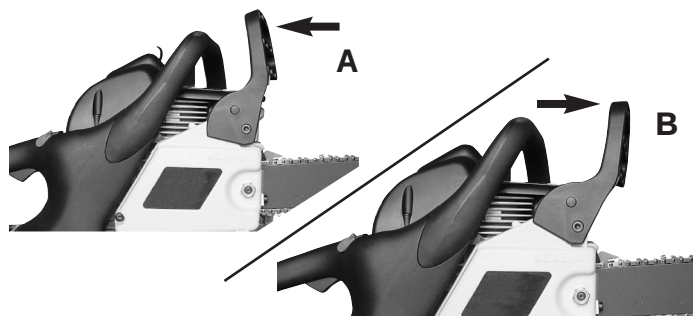

Fig. 24
1. El Chain Brake® está DESENGANCHADO (la cadena se puede mover) cuando la manija del freno es jalada hacia atras y asegurada (Fig. 24).
2. El Chain Brake® esta ENGANCHADO (la cadena es detenida) cuando la manija del freno se encuentra hacia adelante. Usted no deberá poder mover la cadena (Fig. 24).